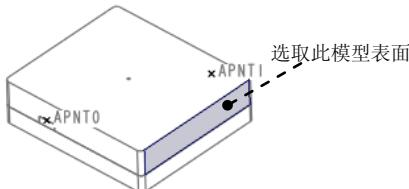
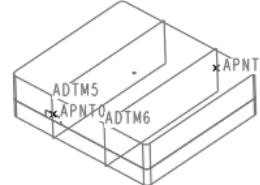
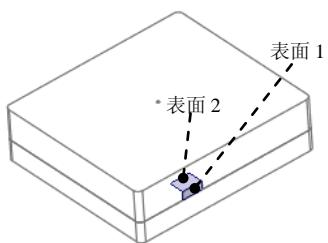

图 31.59 定义基准面参考
图 31.60 基准面
图 31.61 定义坐标系参考平面
Step4. 创建基准面。选择图 31.59 所示的模型表面为平行参考平面，选择 APNT0 为穿透点，创建基准面 5；选择图 31.59 所示的模型表面为平行参考平面，并选择 APNT1 为穿透点，创建基准面 6，然后单击 **确定** 按钮完成基准面的创建，如图 31.60 所示。
(1) 单击 **模型** 功能选项卡 **基准** 区域中的 按钮，系统弹出“坐标系”对话框。
(2) 定义坐标系参考平面。选择图 31.61 所示的表面 1、图 31.60 所示的 ADTM5 和图 31.61 所示的表面 2 为坐标系的参考平面。